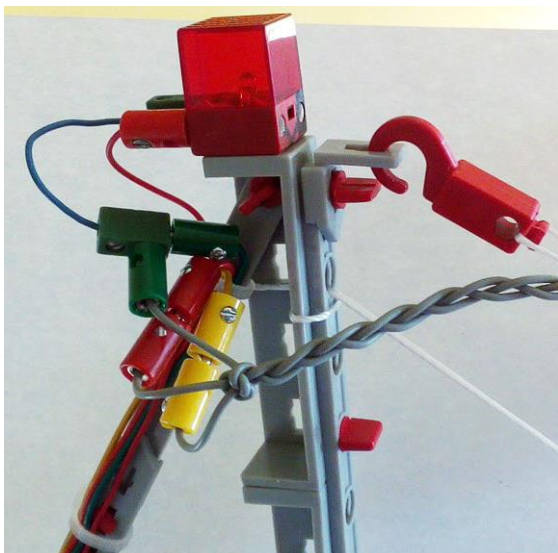

Abb. 5: Geflochtenes Kabel
- Keinesfalls dürfen Kabel und Stecker mechanischen Belastungen ausgesetzt sein. Siehe Abb. 5, 6, 7: Fahrbahnbeleuchtung, über 3,60 m gespannt. Die Last hängt an einem Seil. Die Kabel sind nur drum herum geflochten und vollkommen ohne Zuglast.
Abb. 5, 6, 7: Kabel und Stecker sollten keinerlei mechanischem Zug ausgesetzt sein. Alle Kräfte werden von den Streben oder Seilen aufgenommen; die Kabel hängen locker daran. Am Ende der Flechtung ist ein Knoten in die Kabel geknüpft – das geht, da sich die Kabel nicht mehr bewegen werden.